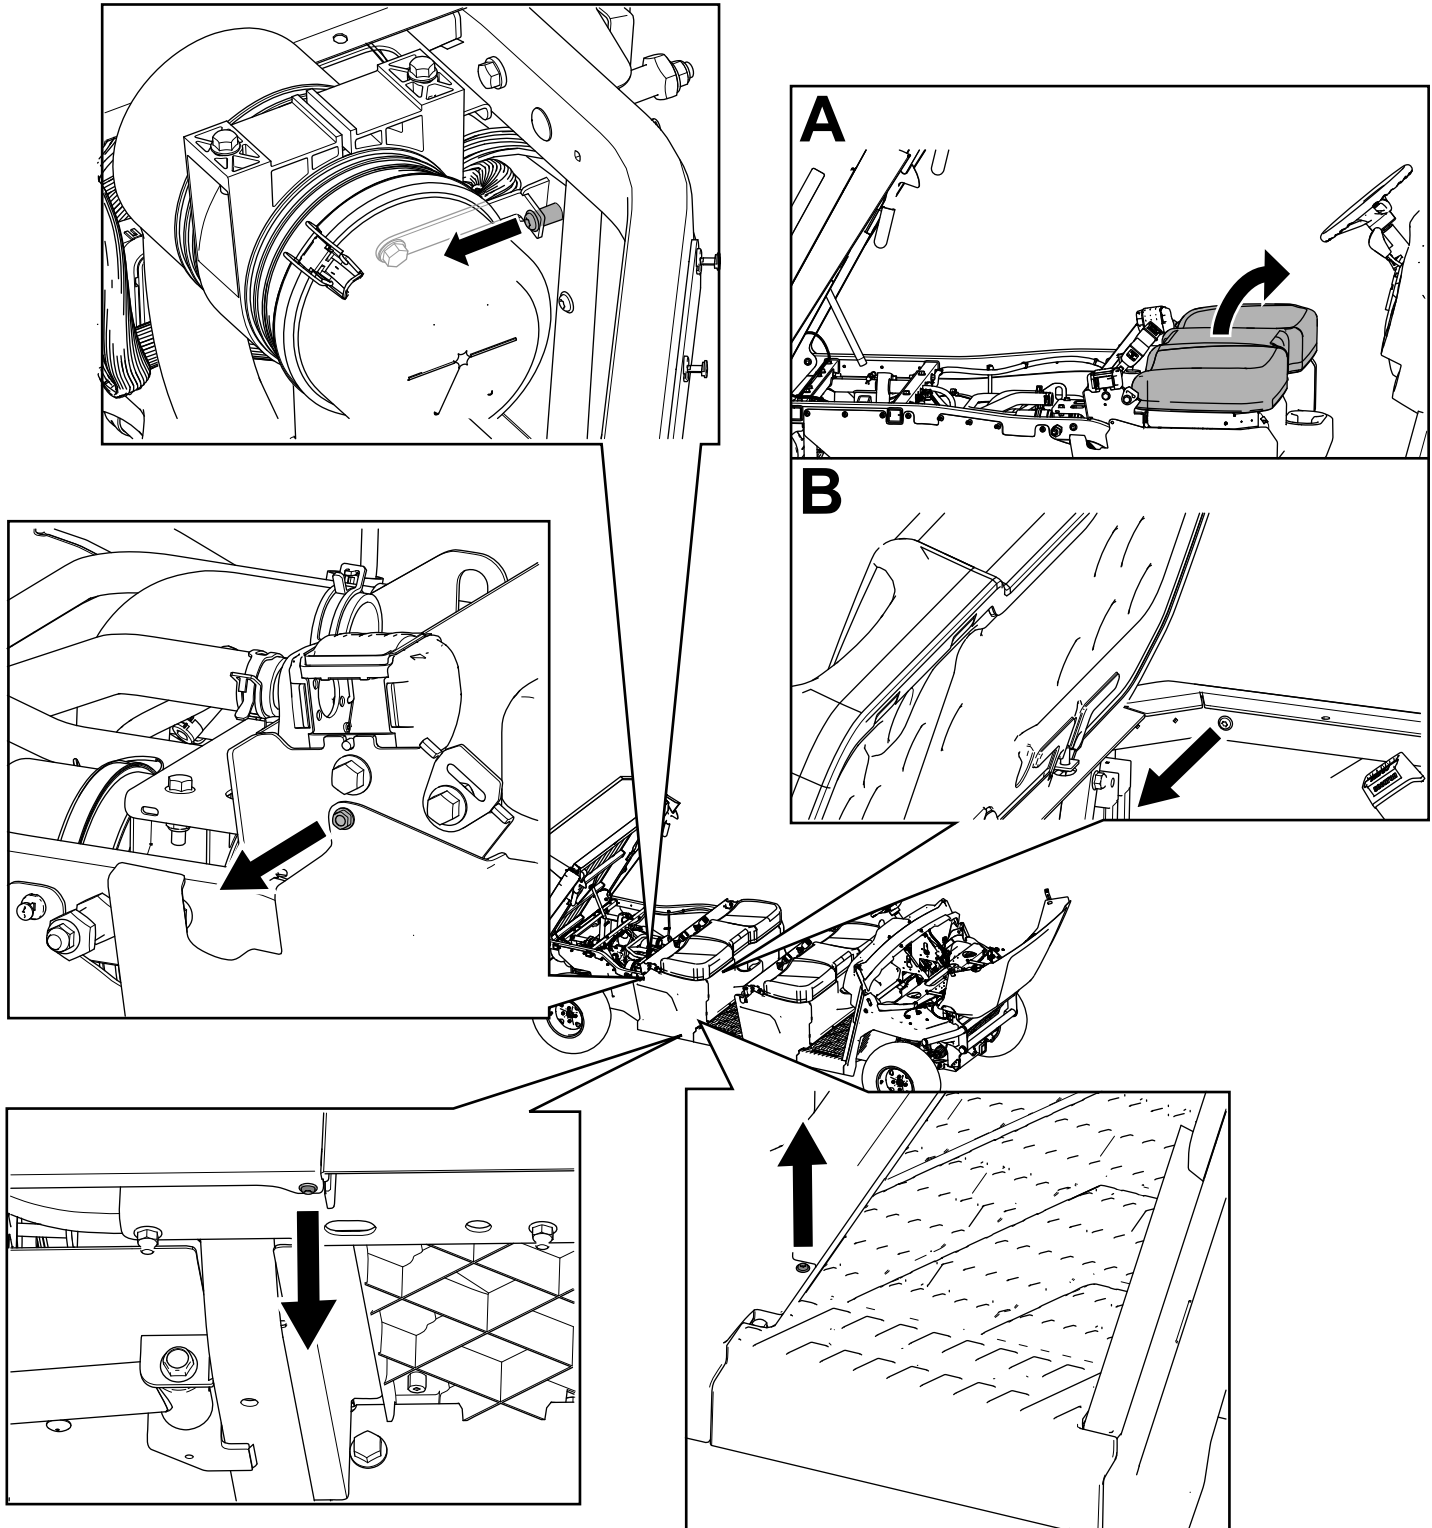

Figura 38
3. Retire los pernos de cabeza hexagonal con arandela prensada ($\frac{1}{4}$ " x $\frac{3}{4}$ ") y las fijaciones Torx T30 de los 2 paneles de la derecha y los 2 paneles de la izquierda de la base del asiento (Figura 38).